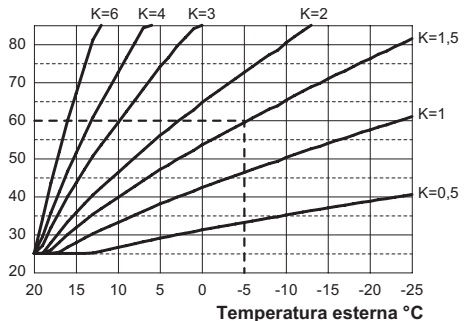

Figura 5.45
Se alla caldaia **È COLLEGATO** il comando remoto (opzionale) riferirsi alla Figura 5.45.
Quando si installa la sonda esterna bisogna impostare questo parametro in base al rendimento dell'impianto di riscaldamento per ottimizzare la temperatura di mandata (Figura 5.45).
Es. Per avere una temperatura di mandata all'impianto di riscaldamento di 60°C con una esterna di -5°C si deve settare un K di 1,5 (linea tratteggiata in Figura 5.45).
- Utilizzando i tasti 12 o 13 è possibile modificare il valore del parametro 15 da un minimo di **01** ad un massimo di **60** in base alla curva scelta del coefficiente K in Figura 5.45 (il valore letto sul display corrisponde a valori decimali di co-